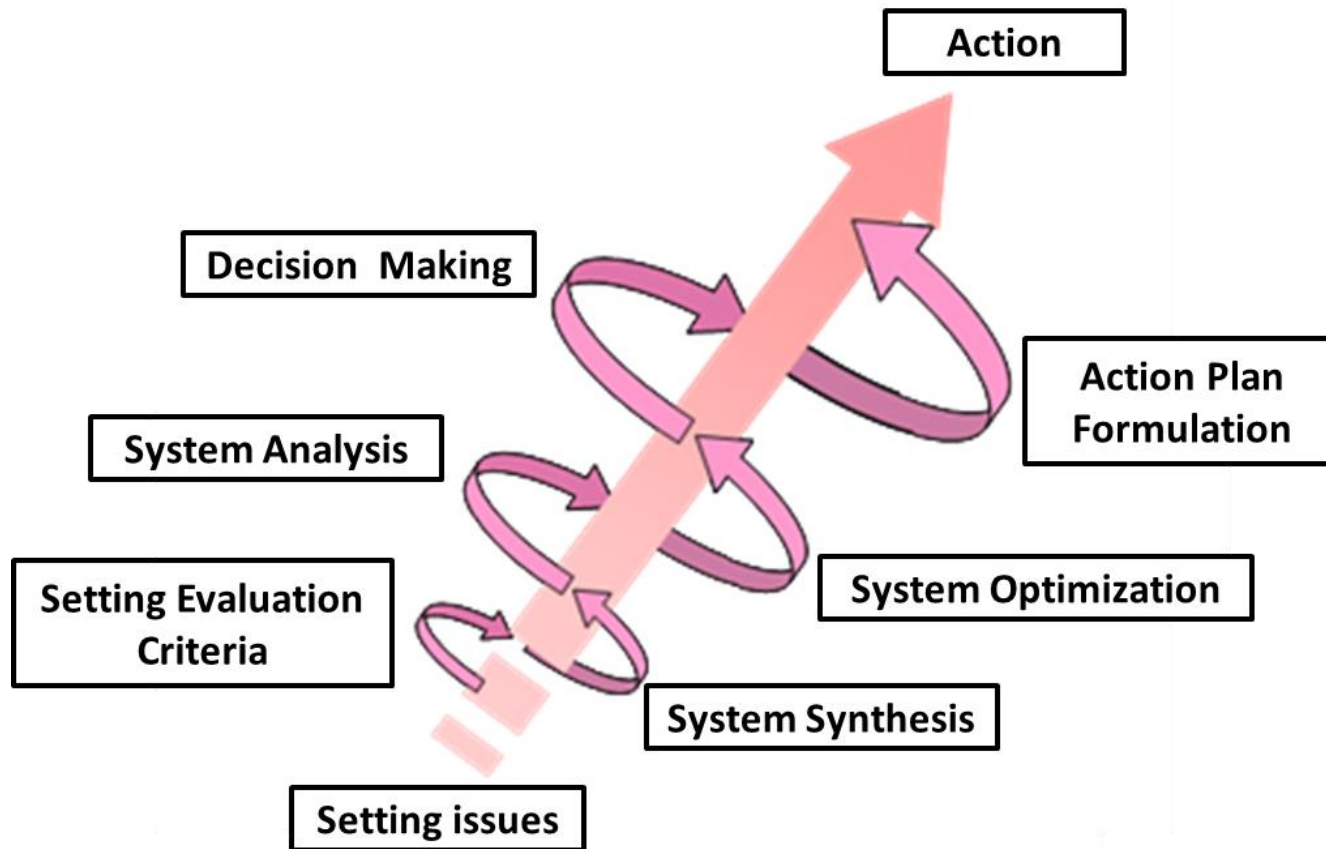

Figure4 システムインテグレーション スパイラルプロセス
- Figure4のスパイラルプロセスはシステムインテグレーションを実現する為のプロセスである。